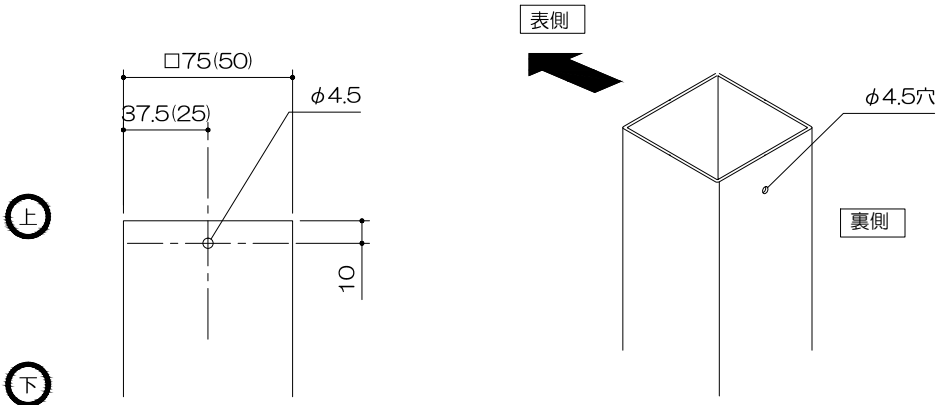

図1. キャップ取付穴の加工
1. 柱上部にキャップ取付用穴φ4.5をあけてください。（図1）